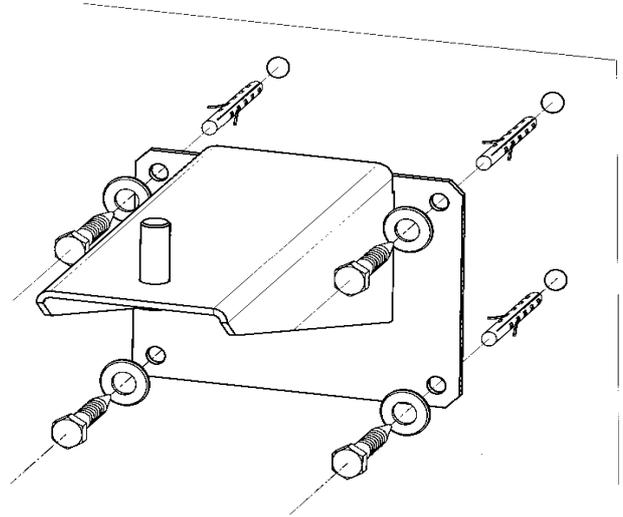

Fig. 2
1. Utiliser le support pour marquer l'emplacement des trous de fixation sur le mur. Prévoir les vis et chevilles suffisamment dimensionnées et en fonction du type de mur (fig.2).